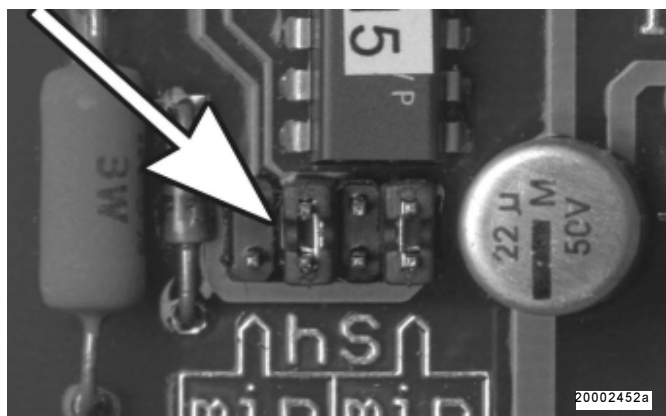

Fig. 24: Présélection de la plage de temporisation
Remarque : pour changer un cavalier de position (Fig. 24 ou 26), il est nécessaire de retirer la plaquette de circuits imprimés.
- Les plages de temporisation peuvent être modifiées en fichant le cavalier de la plaquette de circuits imprimés sur une autre position (Fig. 24).